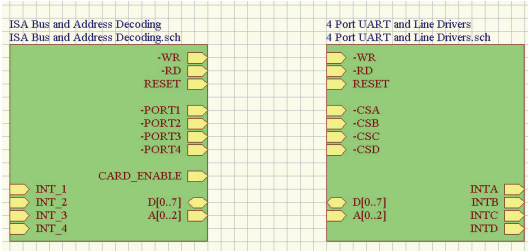
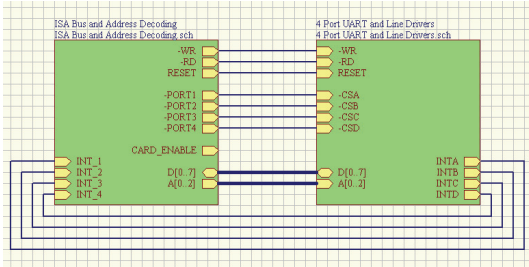

图 3-17 放置完所有端口的原理图
图 3-18 最终结果
7) 重复上述操作, 设置其他方块电路, 如图 3-17 所示。
8) 在图 3-17 的基础上, 将电气关系上具有相连关系的端口用导线或总线连接在一起, 如图 3-18 所示。
9) 在每个模块的原理图中, 选择 “Place” → “Port” 命令, 在对应如图 3-18 所示的方块图出入端口的连接点添加相应的端口, 并设置为与方块图出入端口同名。
- 1) 打开已经绘制的层次原理图，比如打开前面绘制的层次原理图，如图 3-18 所示。